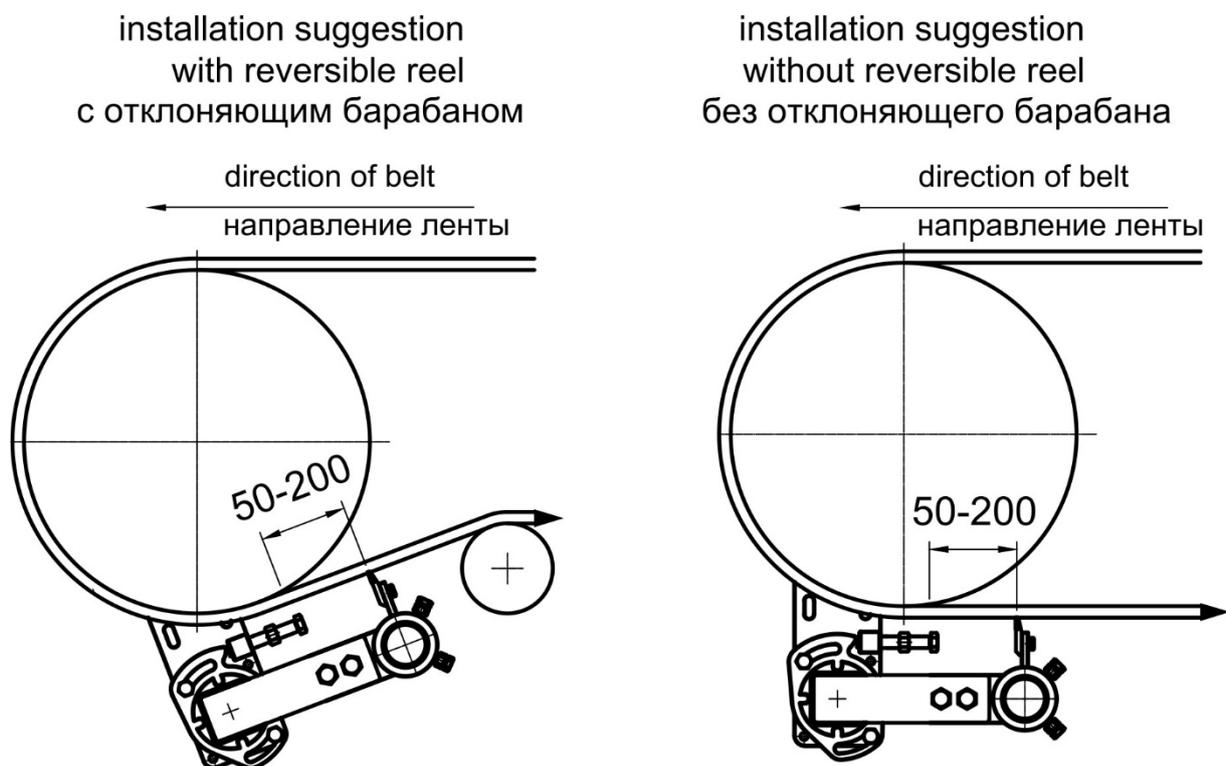
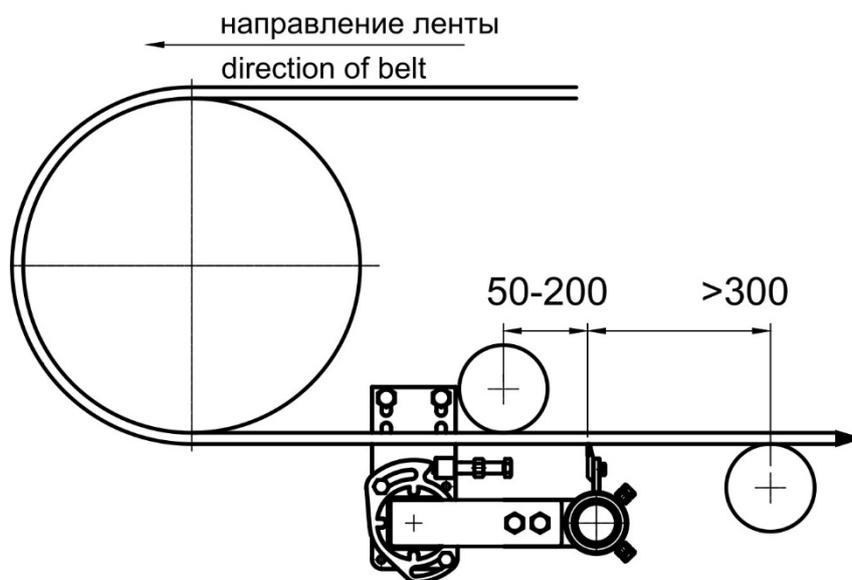

Рис. 2
Рис. 3
Место монтажа показано на **рис. 2** и **рис. 3**.
Если чистящий нож монтируется на удалении более 200 мм от оси разгрузочного барабана, то в непосредственной близости от чистящего ножа, обязательно должен быть установлен прижимной ролик, см. **рис. 3**.
1. Определить на ленте условную линию прилегания твердосплавных ножей скребка, обозначив концы этой линии на краях конвейерной ленты маркером, **рис. 2, рис. 3.**